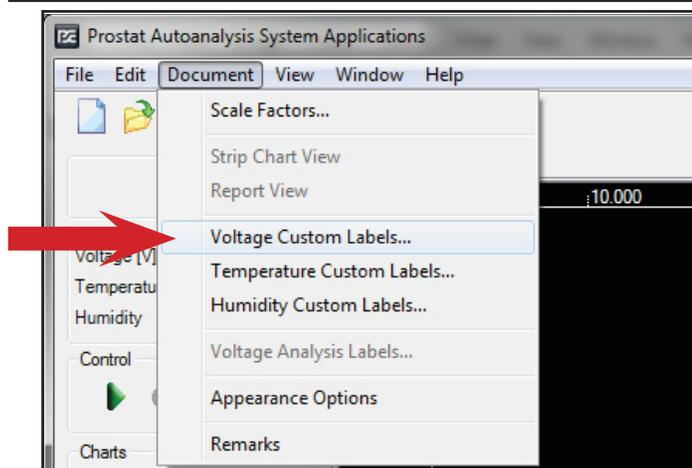

図 14: チャート上の電圧ラベルとラインをカスタマイズできます。
2. Voltage Custom Labels を選択しクリックして下さい。(図14を参照)